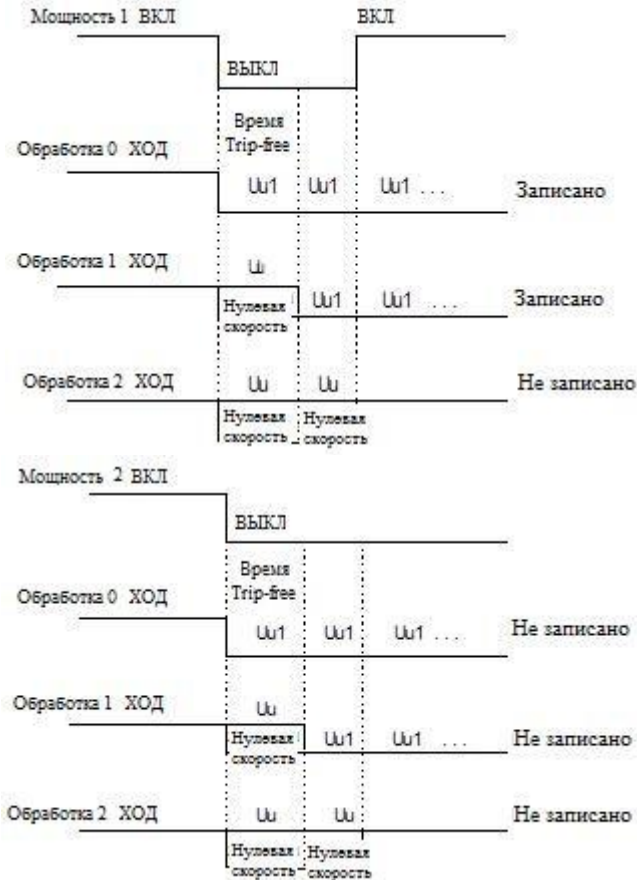

Рисунок 5.1.8 Схема Trip-free
- ◆ Если в состоянии останова возникает пониженное напряжение, оно выдает только сигнал тревоги Uu. В это время двигатель не может быть запущен (см. Рис. 5.1.8):
- ◆ Если во время работы возникает пониженное напряжение, оно выдаст сигнал тревоги Uu или Uu1, как показано на Рис. 5.1.8; когда происходит Uu, импульс будет заблокирован, и инвертор будет работать с частотой 0 Гц. Uu исчезнет после восстановления; когда происходит Uu1, инвертор остановится, если напряжение продолжает падать до 300 В или меньше и это не будет рассматриваться как запись о сбое или вывод о сбое; после восстановления будет записана ошибка Uu.